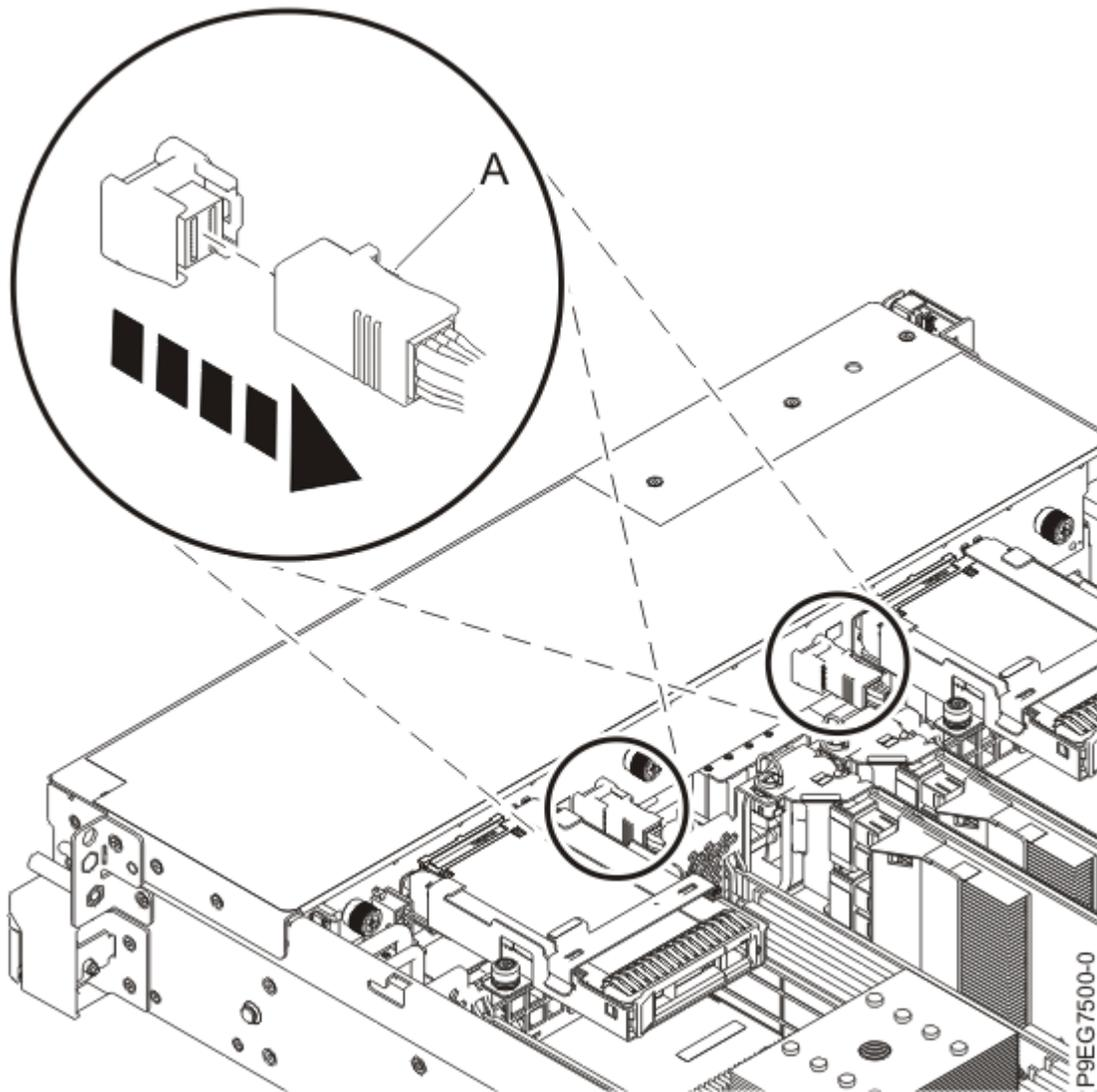

Figura 20. Desligar os cabos SAS frontais
5. Prima a patilha do conector **(A)** e desligue os cabos SAS frontais que se encontram ligados ao adaptador SAS RAID do painel posterior da unidade de disco. Deixe a outra extremidade destes cabos ligada ao adaptador SAS RAID até receber indicações para desligar os mesmos. Consulte Figura 20 na página 25.